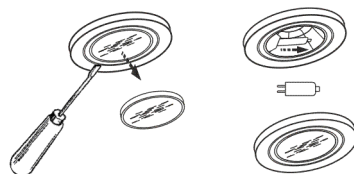

рис. 13
- Замена галогенной лампы (рис. 13):